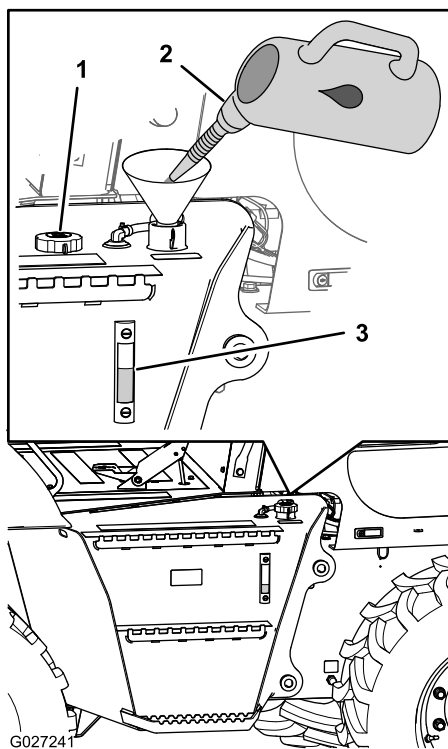

Figura 45
1. Compruebe el nivel del aceite hidráulico en la mirilla situada en el lado del depósito hidráulico (Figura 45).
2. Si el nivel de aceite hidráulico no es visible en la mirilla, retire el tapón de llenado (Figura 45), añada aceite hidráulico del tipo especificado hasta que el nivel de aceite esté en el punto medio de la mirilla, e instale el tapón de llenado.